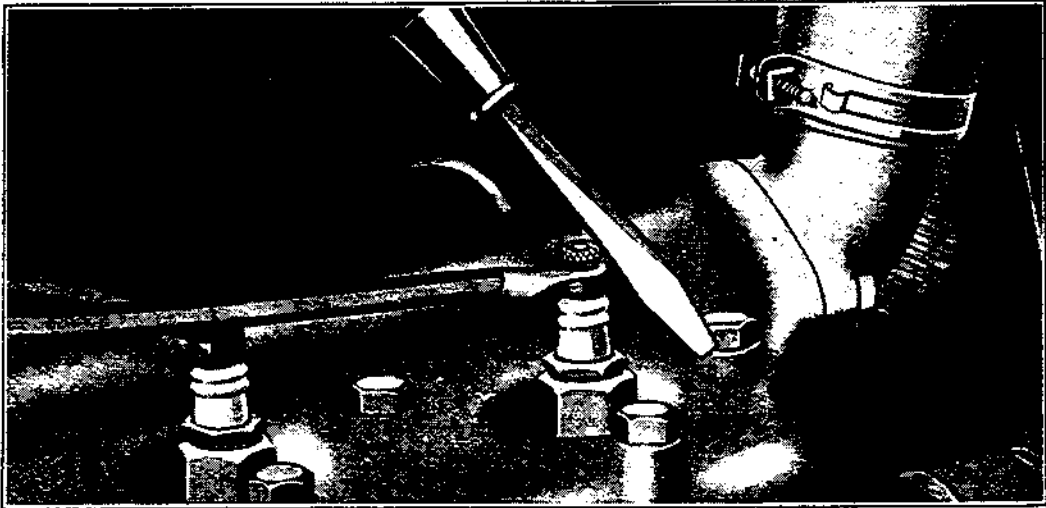

Fig. 502
**1001** — Si le défaut paraît provenir de l'allumage ou des soupapes, mettre le moteur en marche et poser la pointe d'un tournevis sur le moteur près d'une des bougies, et l'appuyer contre la borne de la bougie. (Voir fig. 502.) Se servir d'un tournevis avec le manche en bois pour éviter de recevoir une secousse. Vérifier chaque bougie de cette façon jusqu'à ce qu'il en soit trouvé une dont la mise en court-circuit ne modifie pas le bruit de l'échappement. Ayant trouvé cette bougie, se borner à chercher le défaut dans l'allumage ou dans les soupapes de ce cylindre. (Les ratés provenant plutôt de l'allumage que des soupapes, vérifier l'allumage d'abord.)